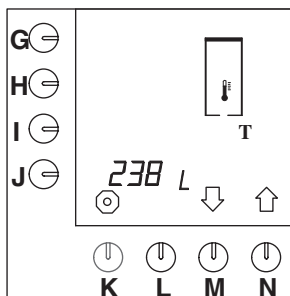

Fig. 49 Totalräkneverk varmvattensystem
- Tryck på valtangenten (N.)↑ tills fig. 49 visas på displayen.